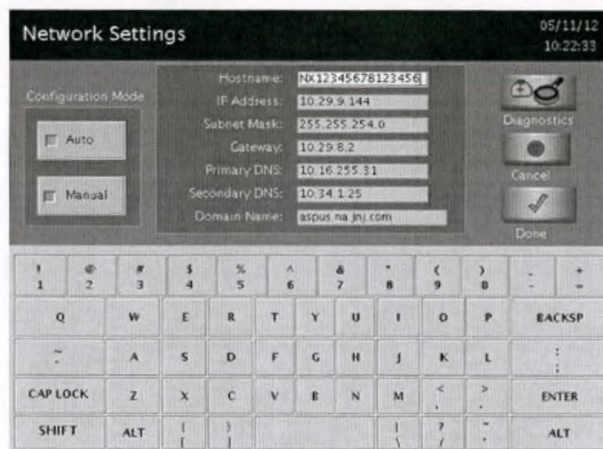

Рис. 63. Network Settings 1 (Настройки сети 1).
4. Убедитесь, что настройки сети на экранах 1 и 2 (см. рис. 63 и 64) стерилизатора соответствуют настройкам серверного компьютера.